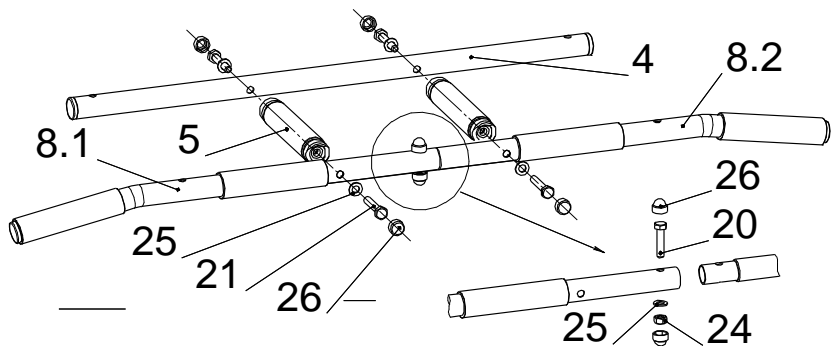

Рис. 2
10.4.2 Собрать перекладины Турника (рис.2).